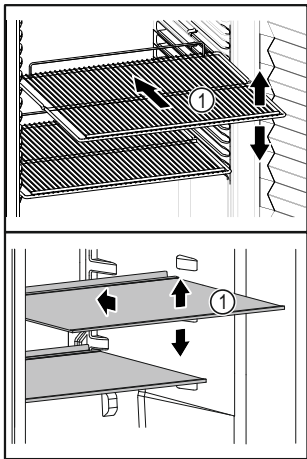

Fig. 58 Représentation à titre d'exemple
- ❑ Si les surfaces de rangement Fig. 58 (1) sont mobiles, les régler en hauteur.